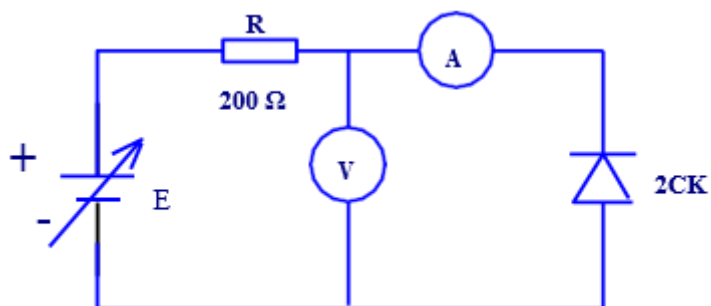

图. 11-2 反向
- 反向：按图 11-2 接好反向测量电路，确认无误后接通稳压电源，调节电源电压输出分别为表中数值，用万用表测量二极管对应流过的电流，并填入表格：